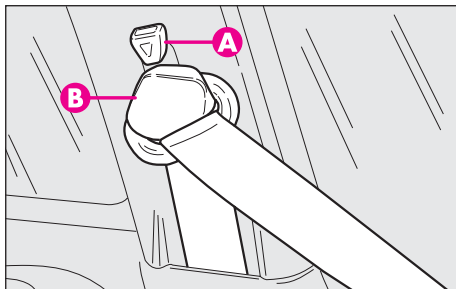

fig. 36
Pour effectuer le réglage, appuyer sur le bouton (A-fig. 36) et soulever ou baisser la poignée (B).